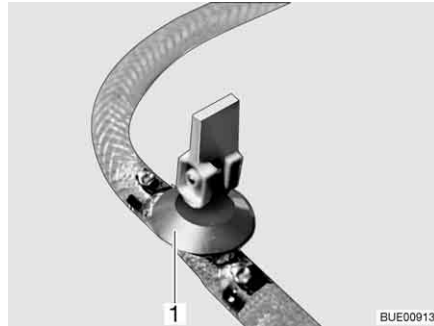

Fig. 143 Llave de desagüe
- Cerrar la(s) llave(s) de desagüe. Colocar para ello el balancín (Fig. 143,1) en posición horizontal.
- Abrir la(s) llave(s) de desagüe (Fig. 143). Colocar para ello el balancín (Fig. 143,1) en posición vertical. La caldera se vacía hacia fuera.